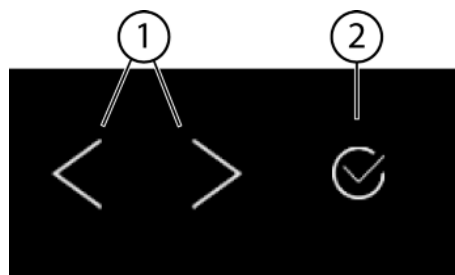
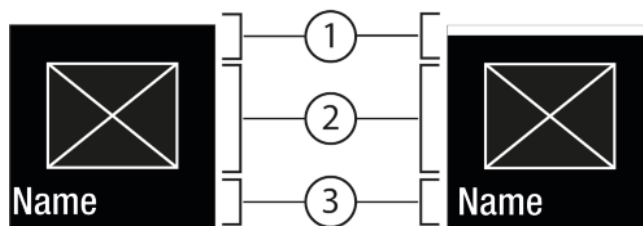
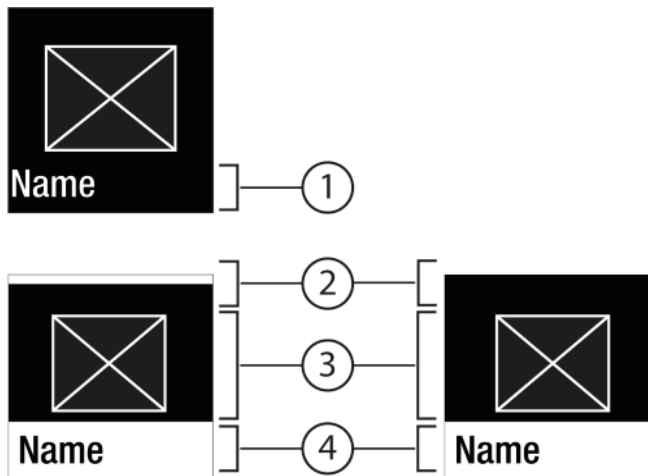

Fig. 5
Fig. 6
Fig. 7
(1) Navigatiepijl links / rechts
(2) Bevestigen
Navigatiepijl links / rechts Fig. 5 (1):
Bevestigen Fig. 5 (2):
- Met de navigatiepijl links / rechts Fig. 5 (1) navigeren.
- Met bevestigen Fig. 5 (2) de functie / instelling activeren Fig. 6 (1) / deactiveren Fig. 6 (1).
- Met bevestigen Fig. 5 (2) het submenu Fig. 7 (4) oproepen.
- Nieuwe waarde instellen: Met bevestigen Fig. 5 (2) een gedeactiveerde waarde Fig. 6 (1) selecteren.
- Terug naar het menu: Met bevestigen Fig. 5 (2) de al geactiveerde waarde Fig. 6 (2) selecteren.
- ▶ Druk zo vaak op de navigatiepijl Fig. 5 (1) tot de wordt weergegeven.
- ▶ Bevestigen Fig. 5 (2) indrukken.
- ▶ Druk zo vaak op de navigatiepijl Fig. 5 (1) tot de reinigingspositie wordt weergegeven.
- ▶ Met de navigatiepijl Fig. 5 (1) de instelwaarde kiezen.
- ▷ Status: geactiveerd Fig. 6 (1) wordt kort op het submenu Fig. 7 (4) weergegeven.
- ▶ Navigatiepijlen *Fig. 5 (1)* zo vaak indrukken totdat instellingen  wordt weergegeven.
- ▶ Bevestigen *Fig. 5 (2)* indrukken.
- ▶ Druk zo vaak op de navigatiepijlen *Fig. 5 (1)* tot de gewenste instelling wordt weergegeven.